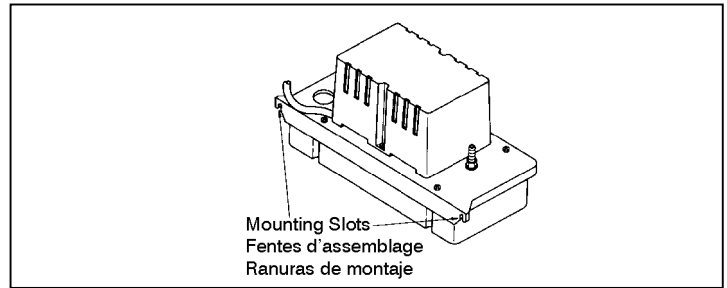

Fig. 1
- Mounting the pump: the tank has two slots provided to mount the unit (Fig. 1). The slots are located on the end of the tank cover. The unit should be mounted either on the side of the air conditioner unit or nearby wall. Pump must be level and the inlet must be below the coil drain. Conduit fittings are not compatible with the plastic pump housing.
2. Montage - Deux fentes, situées à l'extrémité du couvercle de réservoir, permettent le montage (Fig. 1). Celui-ci doit être fait près d'un climatiseur ou d'un mur. La pompe doit être à niveau et l'arrivée doit se trouver sous le serpent d'écoulement. Son carter en plastique n'est pas compatible avec la tuyauterie.
2. Montaje de la bomba: el tanque tiene dos ranuras, destinadas a montar la unidad (Fig. 1). Las ranuras se encuentran situadas en el extremo de la cubierta del tanque. La unidad deberá montarse al lado de la unidad del acondicionador de aire o en una pared cercana a ella. La bomba deberá estar nivelada y la toma deberá encontrarse debajo de la bobina de drenaje. Los accesorios de tubo aislador no son compatibles con la caja plástica de la bomba.